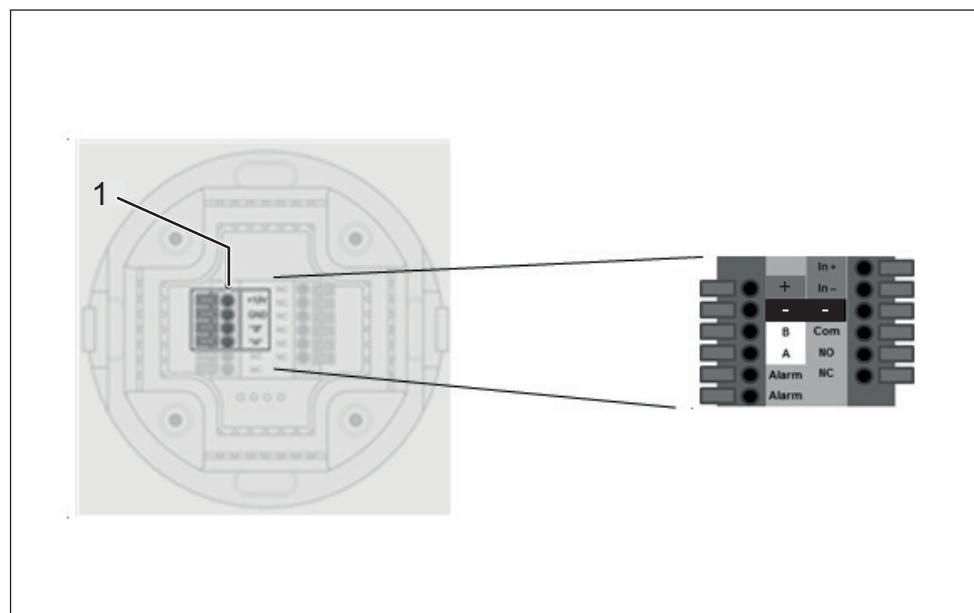

Fig. 10: Grampos de ligação do terminal na traseira
3. Ligue os cabos de ligação aos clips (fig. 10/1) do leitor.